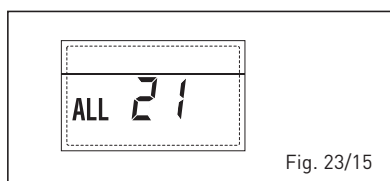

Fig. 23/15
– **INTERVENCIÓN DEL TERMOSTATO DE SEGURIDAD DE LA SEGUNDA ZONA MEZCLADA “AL 22”** (fig. 23/16)